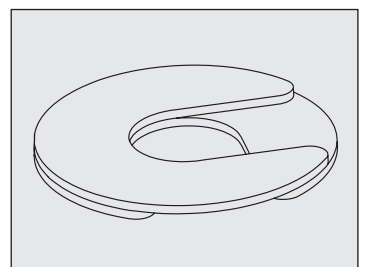

Abb. 10. Setzen Sie mehrere Unterlegscheiben versetzt ein.
- Wenn Sie mehr als eine Unterlegscheibe verwenden, achten Sie darauf, dass die Schlitze der Unterlegscheiben gegeneinander versetzt sind. Siehe Abb. 10.
- Verwenden Sie **NICHT** mehr als vier (4) Unterlegscheiben pro Lenkrolle.